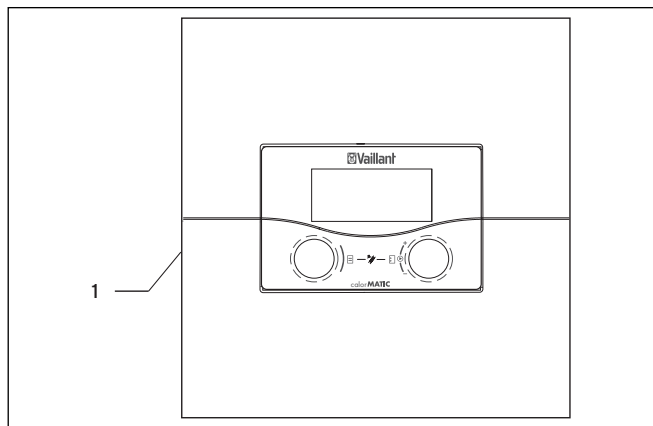

Abb. 10.1 Regler ein-/ausschalten
- Drücken Sie den Kippschalter (1) auf die Position **O**, um den Regler auszuschalten (→ **Abb. 10.1**).